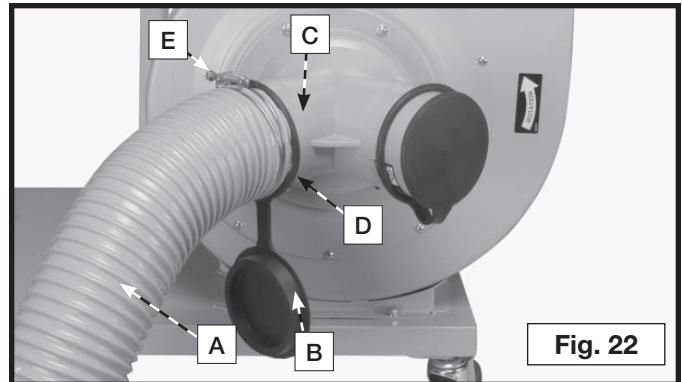

Fig. 22
1. Pour assembler le tuyau d'admission (A) fig. 22, au module souffleur, détacher le capuchon (B) de la goulotte à poussière. (C) et l'éloigner en coulissant la bague du capuchon (D) le long de la goulotte à poussière (C) comme indiqué. **IMPORTANT : NE PAS RETIRER LE CAPUCHON DE LA GOULOTTE À POUSSIÈRE.**
2. Insérer le collier de serrage du tuyau (E) fig. 22, autour d'une extrémité du tuyau flexible (A) et raccorder le tuyau à la goulotte à poussière (C). Serrer le collier de serrage (E).